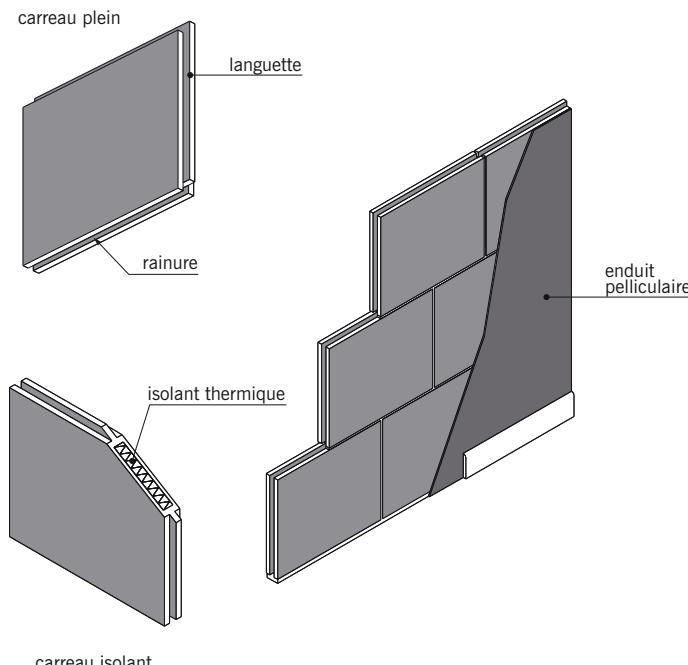

fig. 8.5
- La **cloison en carreaux de plâtre** (fig. 8.5) : ces carreaux, de grand format (66 cm x 50 cm), à parements lisses, s'assemblent les uns aux autres par languette et rainure avec une colle spéciale sans nécessiter d'enduit de finition. Il existe plusieurs types de carreaux :